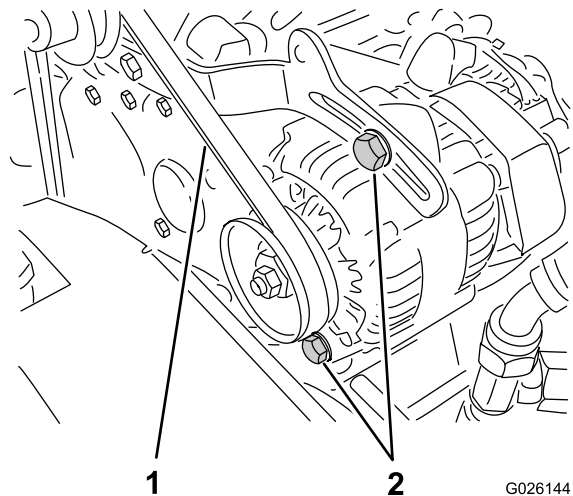

Figure 66
2. Contrôlez la tension de la courroie en exerçant une force de 10 kg sur le brin à mi-chemin entre les poulies d'alternateur et de vilebrequin (Figure 66).
- A. Desserrez les 2 boulons de fixation de l'alternateur (Figure 66).
- B. A l'aide d'un levier, tournez l'alternateur jusqu'à ce que la tension de la courroie soit correcte, puis resserrez les boulons de fixation (Figure 66).